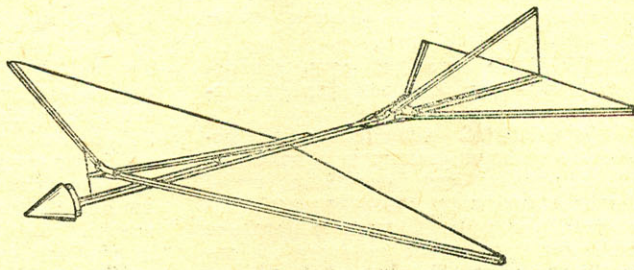

Рис. 1.
Рис. 1. Схема автожира в трех проекциях: 1 — горизонтальная рама силового каркаса, 2 — педали управления рулем поворотов, 3 — буксировочный замок, 3а — пилон крепления буксировочного замка и приборной доски, 4 — лопасть ротора, 5 — поворотная головка ротора, 6 — втулка ротора, 7 — вертикальная тяга управления ротором, 8 — стойка ротора, 9 — подкосы стойки ротора, 10 — хребтовая труба силового каркаса, 11 — киль, 12 — руль поворота, 13 — поплавки, 14 — сиденье пилота.
**КОНСТРУКЦИЯ:** силовой каркас (рис. 1) образован четырьмя трубами из стали Ст. 45. Три трубы расположены горизонтально и несут узлы крепления поплавков, оперения, буксирного устройства и сиденья пилота. К вертикальной трубе 8 крепится втулка ротора 6, спинка сиденья 15а и детали управления. Трубы каркаса соединены между собой косынками из стали Ст. 45 на болтах. Вертикальная стойка подкреплена трубчатыми подкосами 13 и разгружена от действия изгибающего момента тросом 17, связывающим верхний узел с пилоном буксирного замка. Поплавки 9 имеют деревянный каркас с фанерной обшивкой и оклеены стеклотканью на эпоксидной смоле. Крепление поплавков к силовому каркасу — узлами из стали Ст. 45.
Прототипом для постройки первой модели ракетоплана (рис. 1) послужила классическая схема планера. Отличие заключалось лишь в том, что передняя кромка крыла была шарнирно закреплена в центроплане, роль которого выполняла упругая рейка. Она устанавливалась на определенный угол атаки, регулируемый клином, и